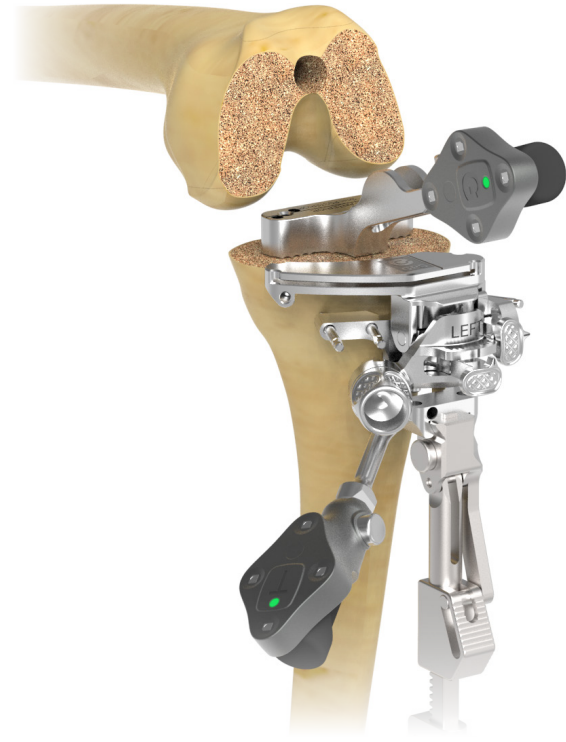

Figura 44
Verifique la resección colocando el comprobador de corte para navegación con el tracker guía ExactechGPS TKA Plus LPI (G) sobre la superficie reseçada (*Figura 44*).